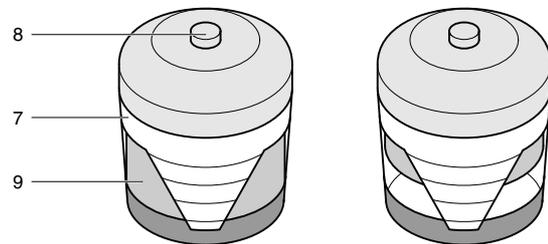

Рис. 5.3 Индикатор вакуума
1. Разожмите зажимы (1) и извлеките пылесборник (2). Очистите пылесборник.
2. Извлеките элемент (4) из корпуса (5).
3. В перевернутый порядок сборки. Убедитесь в том, что эвакуаторный клапан (6) направлен вниз.
5. Установите на место индикатор вакуума (Рис. 5.3).